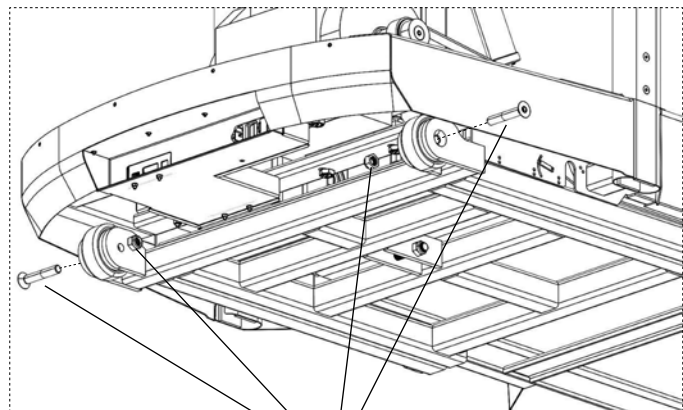

Fig: 1
1. Lossa och ta bort de två skruvarna och låsmuttrarna, se *fig: 1*